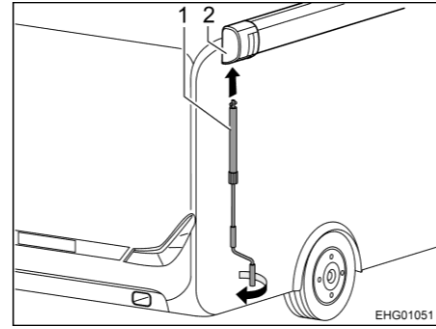

Bild 14 Kurbel anbringen
- Kurbel (Bild 14,1) in Bajonettfassung (Bild 14,2) der Markise stecken.